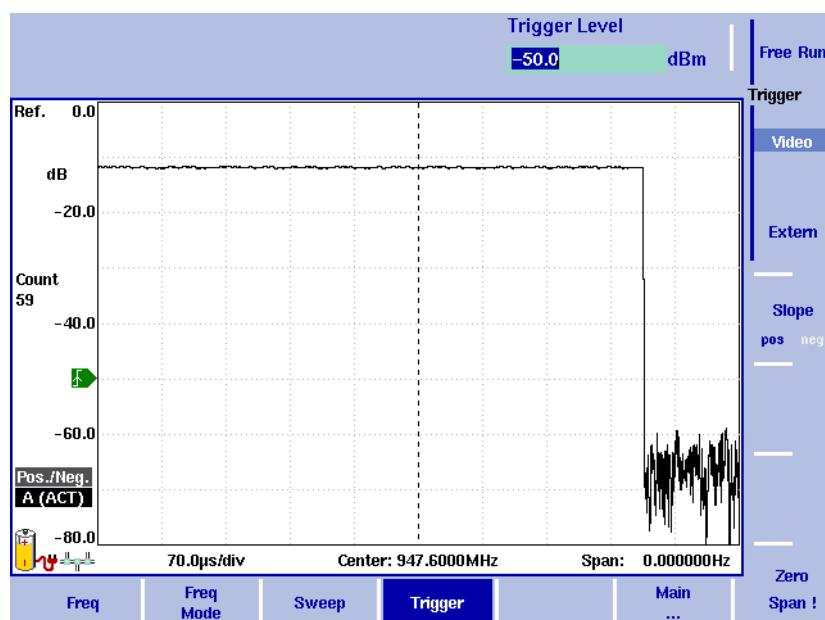

Abbildung 35 Ausgelöste Messung (im Zeitbereich)
- 3 Drücken Sie den Softkey **Zero Span**. Die horizontale Achse wird die Zeitachse. Die Skalenbreite ist identisch mit der Wobbelzeit. Ein Beispiel finden Sie in Abbildung 35 auf Seite 122.
Die aktive Flanke wird auf der Leistungsachse mit folgendem Symbol dargestellt (siehe auch Abbildung 35):